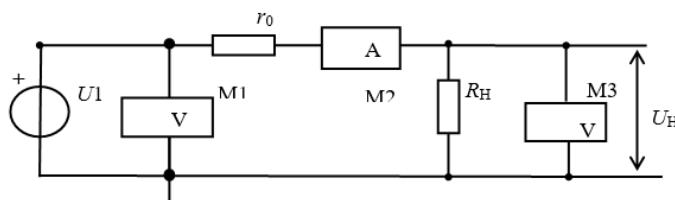

Рис. 2. Схема измерения параметров источника
3.1.2 Источник напряжения под нагрузкой рисунок 2.
Вместо сопротивления RI в схеме рисунок 2 установить сопротивление RIт таблица 1.